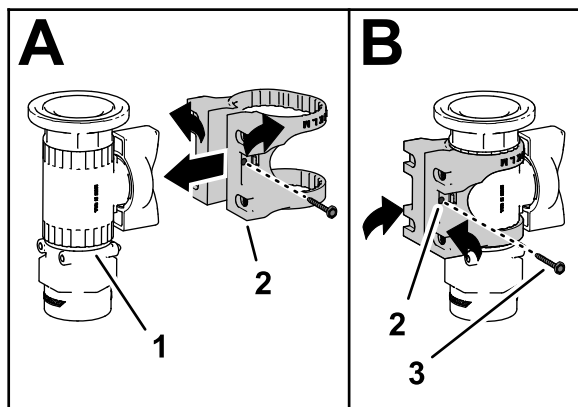

Figura 18
3. Montai elementul de montare vană pe vana de închidere, după cum se arată în A din Figura 18.
4. Fixai elementul de montare vană la vana de control cu ajutorul urubului cu guler (#6) i strângei urubul manual (B din Figura 18).